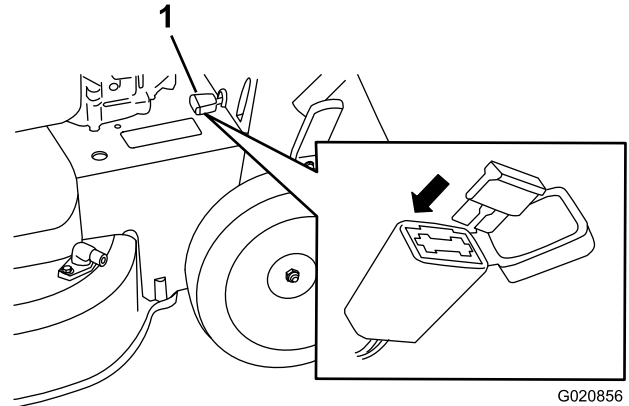

Figure 32
1. Ouvrez le porte-fusible hermétique et remplacez le fusible (Figure 32).